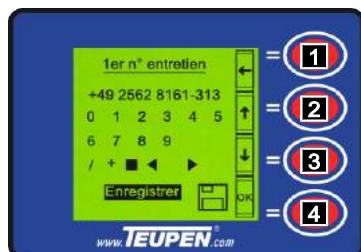

Fig. 93
4. Avec les [Touches de fonction] (Fig.93/2 et 3), mettre le curseur sur « Enregistrer ».
5. Enregistrer les réglages avec la [Touche de fonction] (Fig.93/4).
6. Retourner au menu « Paramètres » avec la [Touche de fonction] (Fig.93/1).